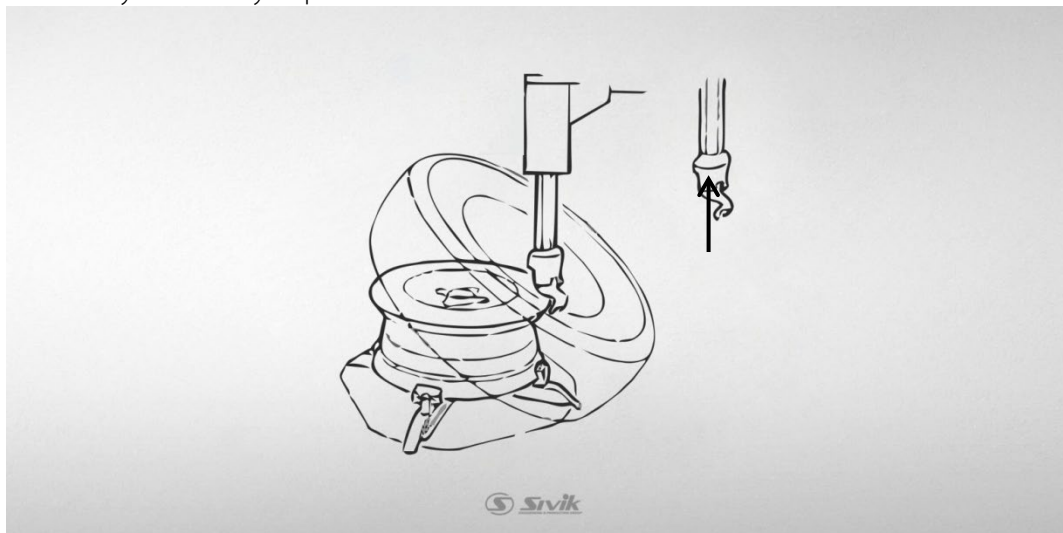

Рисунок 34
- Установите шину на диск под углом (см. Рисунок 34) и, повернув рычаг фиксатора перевести монтажную головку в рабочее положение.